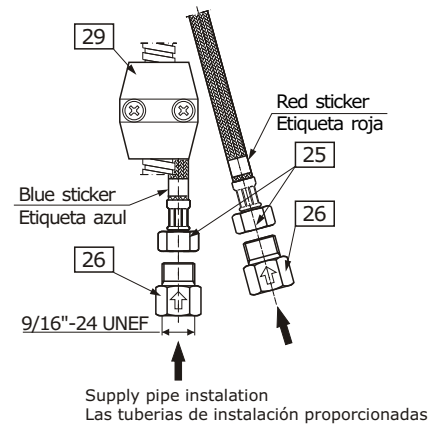

FIG. 2c
- ➔ Connect the inlet check valves (26) with supply pipe installation (see fig. 2c) then connect flexible hoses (25) to the inlet check valves (26). Please check label on hose for identification of hot (red sticker) or cold (blue sticker) water.
- ➔ Conecte la válvula de chequeo de entrada (26) a las tuberías de instalación proporcionadas (vea fig. 2c) entonces conecte las mangueras flexibles (25) la válvula de chequeo de entrada (26). Comprobar la etiqueta de la manguera para identificar si es para agua caliente (etiqueta roja) o agua fría (etiqueta azul).